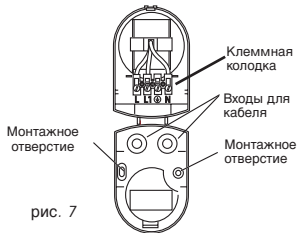

рис. 7
- Кабель можно подвести непосредственно за устройством сквозь стену или же по стене снизу, – через предусмотренные для этого выемки в корпусе [рис. 7].